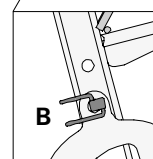

Fig. A7.31a
6. Poser la broche rabattable en position B. (Fig. A7.31a)